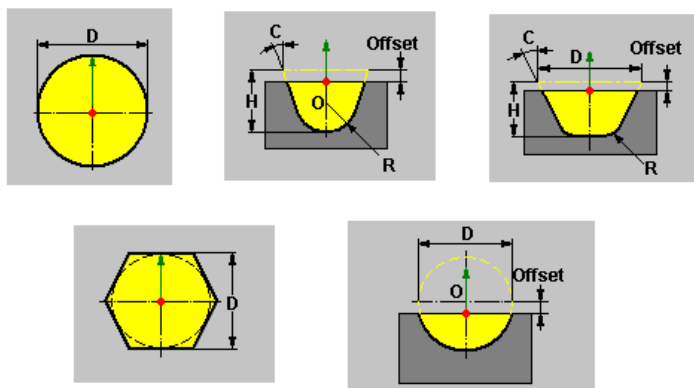

图 9-8 5 种截面形状
(1) 截面。截面形状：系统提供了 5 种截面形状，分别是圆形、抛物线形、梯形、六边形和半圆形，如图 9-8 所示。